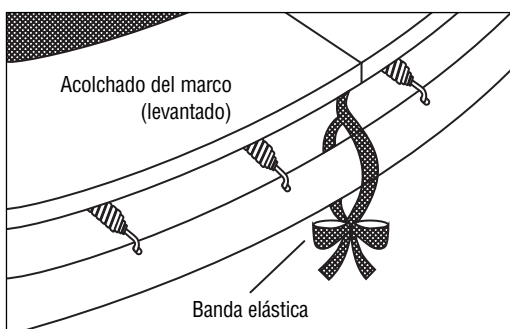

Fig. 5.3
- c) Apriete las bandas elásticas que no se encuentran sobre un pie de soporte, para que el acolchado cubra el marco. Ate ambos extremos (ver fig. 5.3).